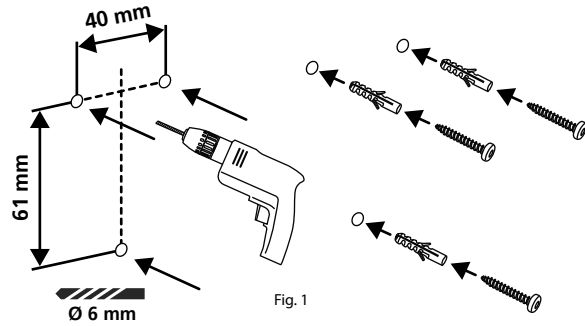

Fig. 2
② Introduzca en los orificios los tacos incluidos en el suministro y apriete los tornillos que se adjuntan (Fig. 2).